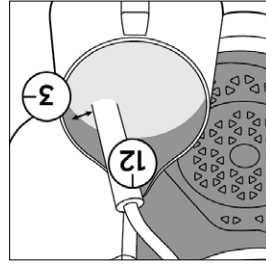

Figura 13
2. Coloque su jarrita para espumar de acero inoxidable de manera que el tubo espumador esté sumergido dentro de la leche. Alrededor de 1/2 a 1" dentro de la leche (Figura 13).
3. Gire la perilla de control a la posición de vapor (Figura 13). Esto tomará unos segundos para calentarse antes de comenzar a burbujear. Usted deberá escuchar salir el vapor. Si está silencioso, podrá significar que no tiene agua y que el vapor no está saliendo.
4. Cuando escuche salir el vapor, siga la posición en la Figura 13 y permita que el vapor se mueva en un movimiento circular. Toma unos 2 1/2 minutos para espumar 4onzas de leche entera/2%/leche descremada a 150°F de temperatura. Puede utilizar un termómetro para obtener resultados precisos.